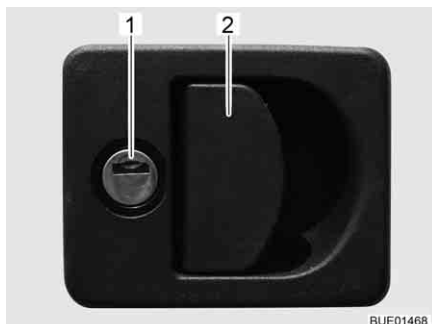

Bild 33 Lucklås med greppåpa
- Stick in nyckeln i låscylindern (Bild 33,1) och vrid ett kvarts varv. Lucklåset är upplåst.
- Drag i låshandtaget (Bild 33,2). Den utvändiga luckan är öppen.